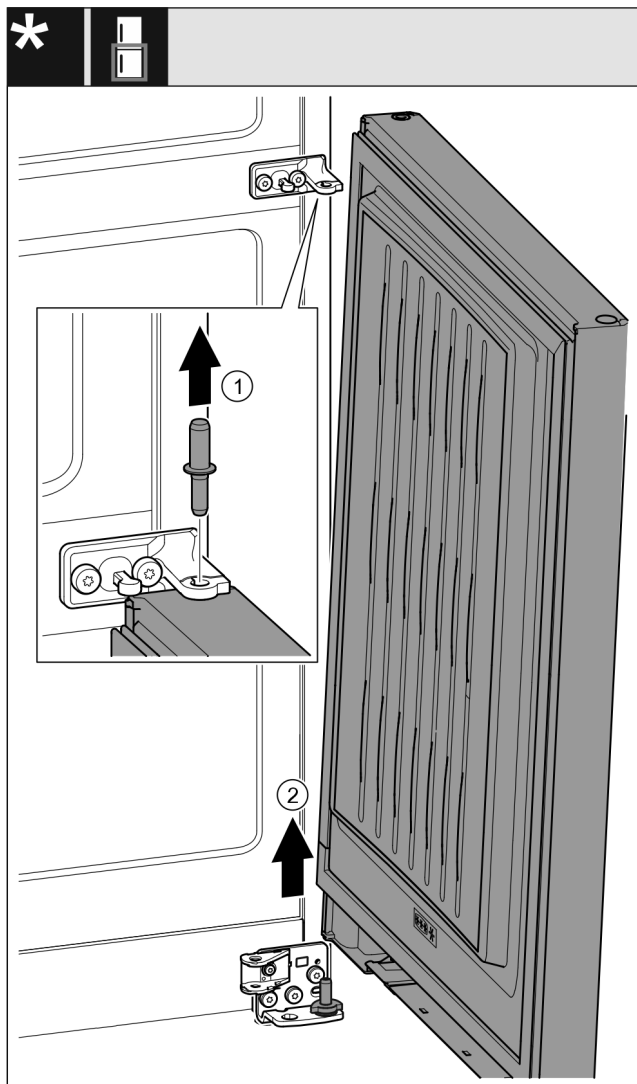

Fig. 22 S prigušivačem zatvaranja\*
- ▶ Izvucite svornjak Fig. 22 (1) prema gore.\*
- ▶ Zakrenite vrata Fig. 22 (2) prema van, povucite ih prema gore i stavite ih na stranu.\*